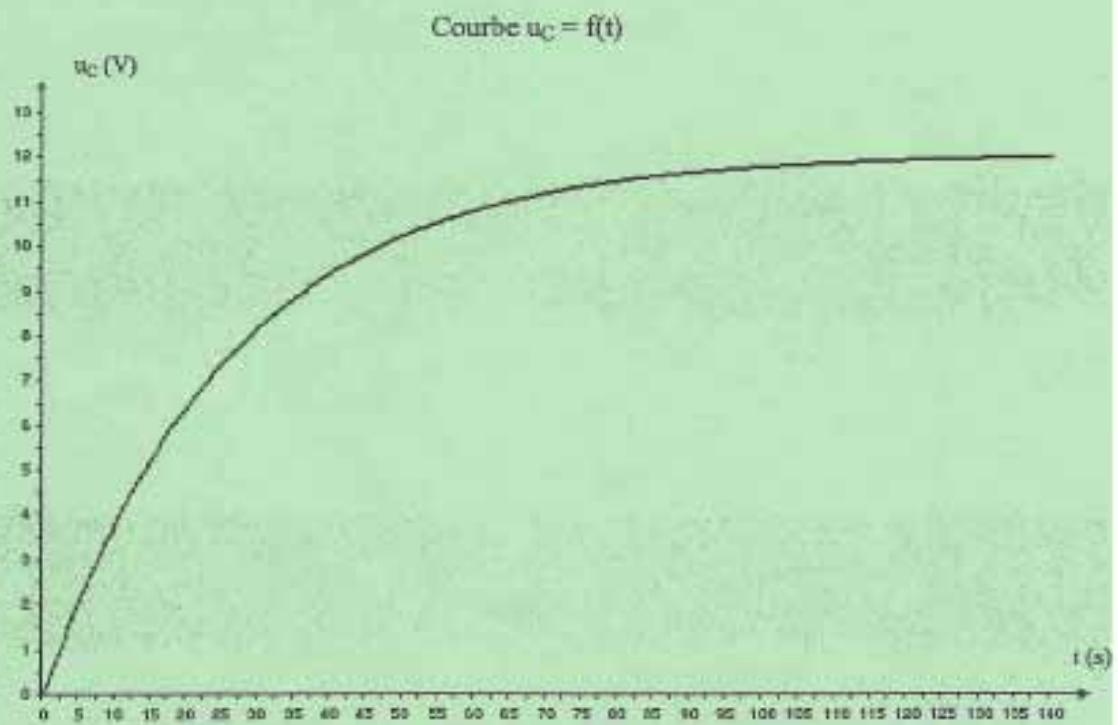

Figure 2
- 1.9.2. À l'aide de la courbe $u_C = f(t)$ donnée en ANNEXE 2 (figure 2 à rendre avec la copie), déterminer graphiquement la valeur de τ par la méthode de votre choix. La construction qui permet la détermination de τ doit figurer sur la courbe $u_C = f(t)$.
2.2.5. Retrouver graphiquement la valeur de t_{sl} à l'aide de la courbe $u_C = f(t)$ fournie en ANNEXE 2 (figure 2 à rendre avec la copie). Indiquer clairement cette durée sur le graphe.